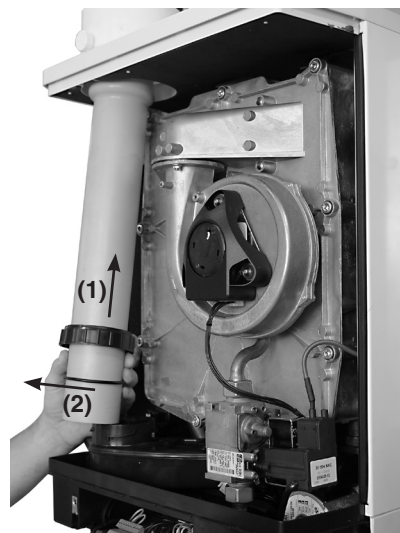

Fig. 6.4-4
svitare il bocchettone, spingere il tubo verso l'alto (1), piegare sul davanti (2) e rimuovere (Fig. 6.4-4).